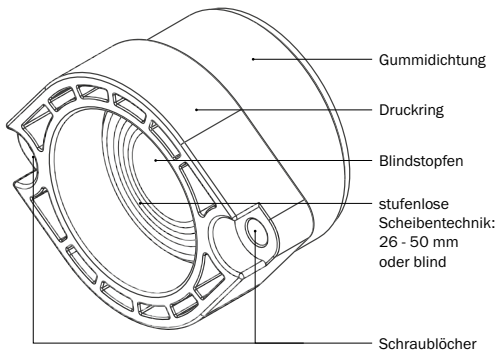

Abbildung 8.1: **KRASO® BKP Dichteinsatz - Strom** - Scheibentechnik
- Entfernen Sie den Blindstopfen des **KRASO® BKP Dichteinsatzes - Strom** - und passen Sie die Gummidichtung anhand der vorgegebenen Scheibentechnik entsprechend dem Rohrleitungsdurchmesser an (s. Abbildung 8.1).